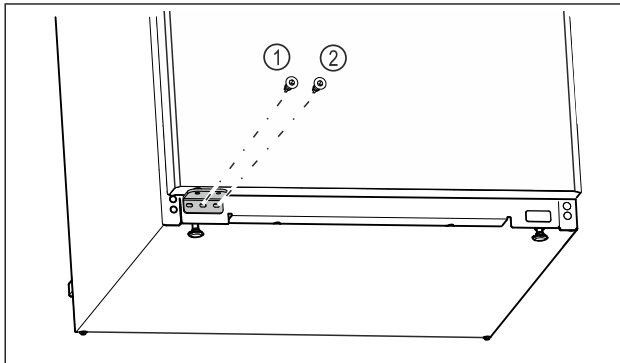

Fig. 24
- Затегнете централния винт на лагерната стойка Fig. 24 (1) с отвертка Torx 20.
- Затегнете вътрешния винт на лагерната стойка Fig. 24 (2) с отвертка Torx 20.